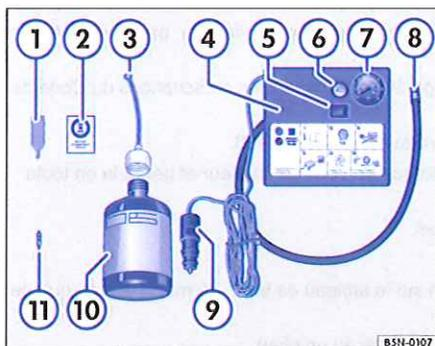

Fig. 228 Schéma de principe : composition du kit de crevaison.
Le kit de crevaison se trouve dans le coffre à bagages, sous le revêtement de plancher. Il se compose des éléments suivants → fig. 228 :
13. Collez l'autocollant \Rightarrow fig. 228  du kit de crevaison sur le tableau de bord, de manière à ce qu'il se trouve dans le champ de vision du conducteur.
- Dévissez l'obus de valve de la valve du pneu à l'aide de l'extracteur d'obus \Rightarrow fig. 228  et placez-le sur un support propre.
- Secouez plusieurs fois énergiquement la bouteille de produit de colmatage des pneus \Rightarrow fig. 228 .
- Vissez fermement le flexible de remplissage \Rightarrow fig. 228  sur la bouteille de produit de colmatage des pneus dans le sens des aiguilles d'une montre. Le film situé sur le bouchon est alors automatiquement percé.
- Retirez le bouchon du flexible de remplissage \Rightarrow fig. 228  et enfoncez l'extrémité libre sur la valve.
- Revissez l'obus de valve dans la valve du pneu à l'aide de l'extracteur d'obus ⇒ fig. 228 ①.
- Vissez fermement le flexible de gonflage du pneu ⇒ fig. 228 ⑧ du compresseur d'air sur la valve du pneu.
- Veillez à ce que la vis de décharge de pression d'air ⇒ fig. 228 ⑥ soit fermée.
- Branchez la fiche électrique ⇒ fig. 228 ⑨ dans une prise de courant 12 volts du véhicule ⇒ page 187.
- Mettez en marche le compresseur d'air à l'aide de l'interrupteur MARCHE/ARRÊT ⇒ fig. 228 ⑤.
- Faites fonctionner le compresseur d'air jusqu'à l'obtention d'une pression de 2,0 à 2,5 bars (29 – 36 psi / 200 – 250 kPa) ⇒ ⚠. **Durée maximale de fonctionnement : 8 minutes** ⇒ ⑩.
Raccordez à nouveau le flexible de gonflage du pneu ⇒ fig. 228 ⑧ et consultez la pression indiquée sur le manomètre ⑦.